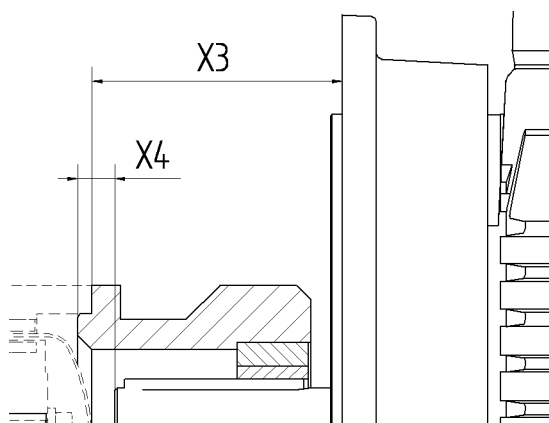

Figure 7: Réglage X3 ou X4.
- 6 Réglez l'accouplement du rotor selon la valeur X3 ou X4, voir figure 7 et le tableau ci-dessous.